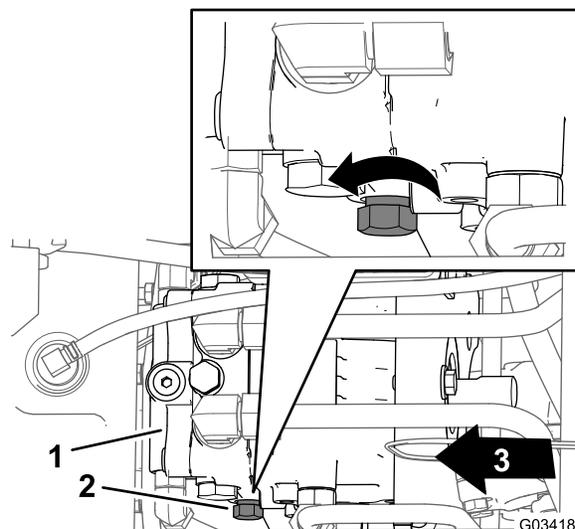

Рисунок 29
2. Найдите ручку управления перепускного клапана на левой стороне гидравлического насоса (Рисунок 29).
3. Поверните ручку управления на 3 оборота против часовой стрелки (Рисунок 29).
3. Поворачивайте ручку управления (Рисунок 29) по часовой стрелке, пока не почувствуете сопротивление, указывающее на то, что перепускной клапан закрыт.